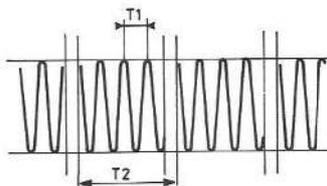

Figure 3
On peut incorporer dans le groupe (1) 48 oscillateurs différents et ce n'est qu'un nombre limité car il est possible de créer une infinité de formes de signaux parmi lesquels ceux à double périodicité (figure 3).